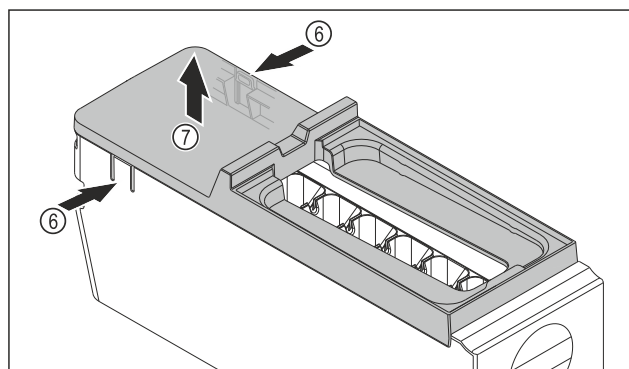

Fig. 131
- ▶ Snemite pokrov glavnega dela EasyTwist-Ice: Spono Fig. 131 (6) na obeh straneh glavnega dela EasyTwist-Ice pritisnite z eno roko.
- ▶ Pokrov Fig. 131 (7) z drugo roko dvignite in odstranite.